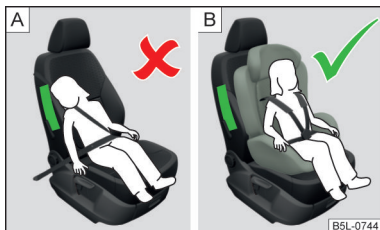

Fig. 25
**Copilul nu trebuie să se afle în zona de acțiune a airbagului lateral » fig. 25 -**
Între copil și zona de declanșare a airbagului lateral trebuie să rămână un spațiu liber suficient, astfel încât airbagul lateral să confere protecția optimă » fig. 25 - **B.**